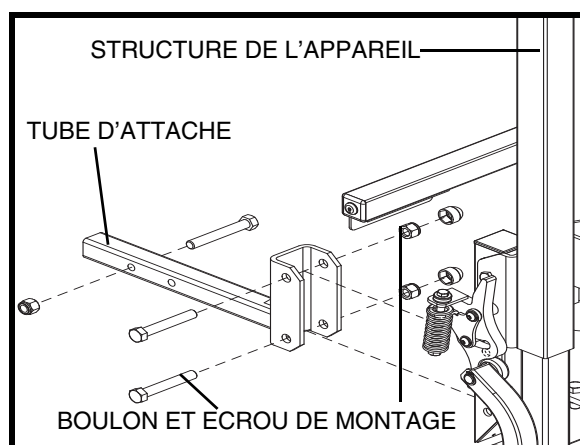

Figure 6. Ensemble du tube d'attache
2. Installez le tube sur l'appareil de levage et fixez-le à l'aide des éléments de fixation que vous avez démontés auparavant. Voir la figure 6.